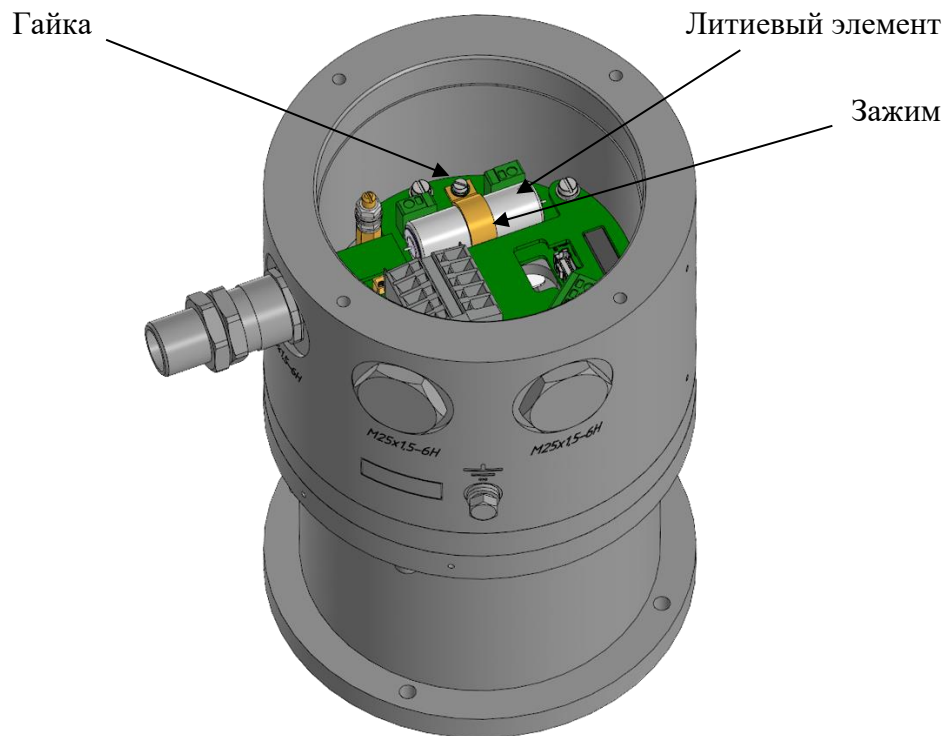

Рисунок 14 – Замена литиевого элемента РэмТЭК
- открутить гайку, которая удерживает зажим (рисунок 14);